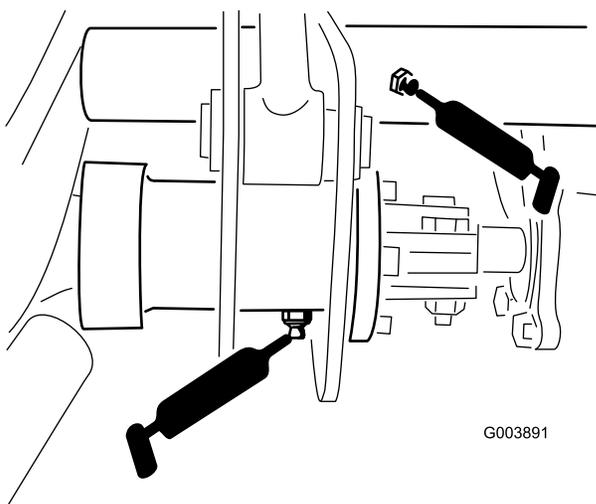

図 44
- ・ 昇降アームのピボット 5 か所 (図 44)
- ・ 駆動軸のクラッチ 1 か所 (図 44)